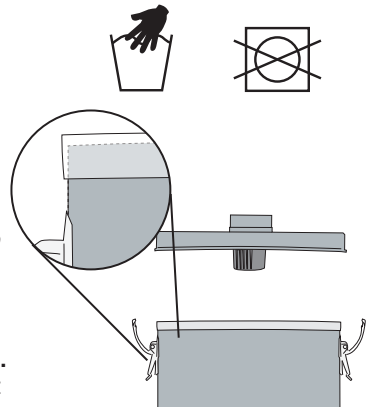

figure 11 | figura 11
6. Replace filter. Ensure that the filter seal is well inserted on the unit rim (**figure 11**).
Replacer le filtre en vous assurant que le joint d'étanchéité est bien inséré sur le pourtour de l'appareil (**figure 11**).